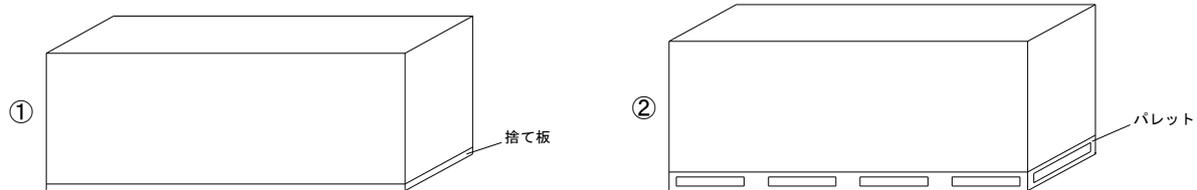

図 1 THHT ネクスト保管概略図
- ・THHT ネクストの保管は、波打ちや反りを防止するため高さのそろった台上にボードの縁が台からはみ出ないようにしてください (図 1 参照)。また、各山の一番上のボードは裏面を上面とし、保管する場合は、必ずパレット積みとしてください。